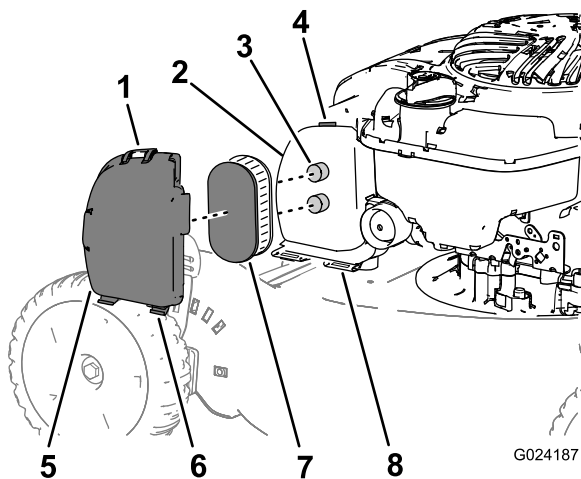

Figure 15
1. Appuyez sur la patte supérieure du couvercle du filtre à air (Figure 15) et ouvrez le couvercle.
2. Déposez l'élément du filtre à air (Figure 15).